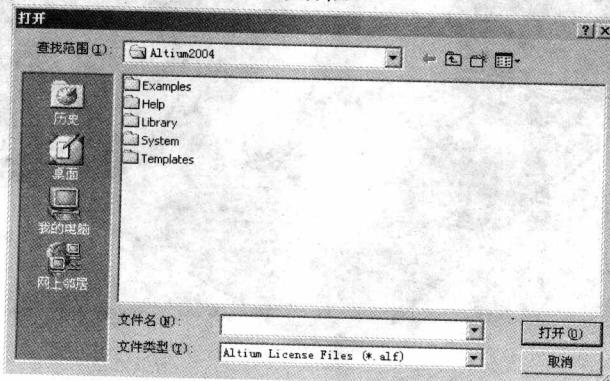

图 1.11 “打开”对话框
(1) 在“DXP Licensing”栏内的“Licensing Mode”选项栏中选择软件许可证类型，“Standalone”表示单机版软件许可证，“Network”表示网络版软件许可证。选中“Standalone”前的单选按钮，然后单击“Available License”区域内的“Add license file”超链接，打开如图 1.11 所示的“打开”对话框。